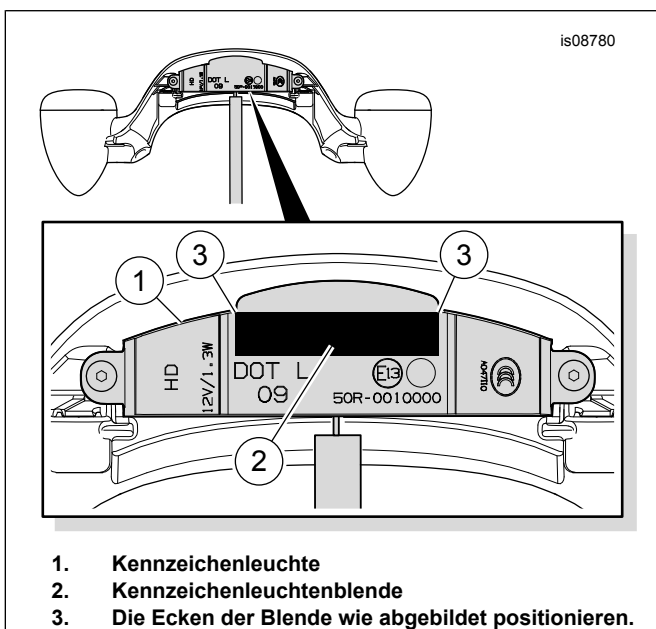

Abbildung 1. Einbau der Kennzeichenleuchtenblende
6. Die Oberfläche der originalen (OA) Kennzeichenleuchte (B) mit einer 1:1-Mischung aus Isopropylalkohol und Wasser reinigen. Vollständig trocknen lassen.
7. Die Kennzeichenleuchtenblende (5) aus dem Satz bereitlegen.
8. Die Schutzfolie von der Rückseite der Blende abziehen. Siehe Abbildung 1 >. Die Blende (2) auf der Kennzeichenleuchte (1) wie abgebildet anbringen.